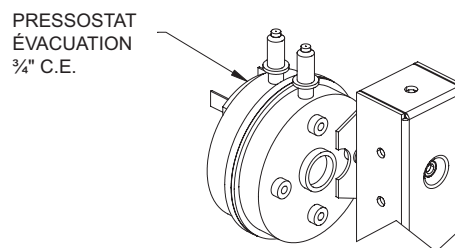

Figure 40. Pressostat
1. La pression au distributeur de gaz est mesurée au point de prise de pression situé entre la vanne de gaz et l'orifice de gaz (voir **Figure 40**).